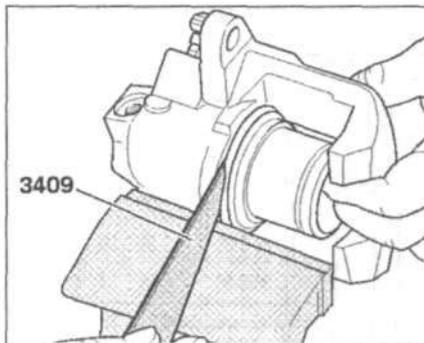

Рис. 11.29. С помощью клинка 3409 вставьте внутреннюю кромку сальника в паз в цилиндре.
7. С помощью клинка 3409 вставьте внутреннюю кромку сальника в паз в цилиндре, удерживая при этом поршень в передней части суппорта (рис. 11.29).